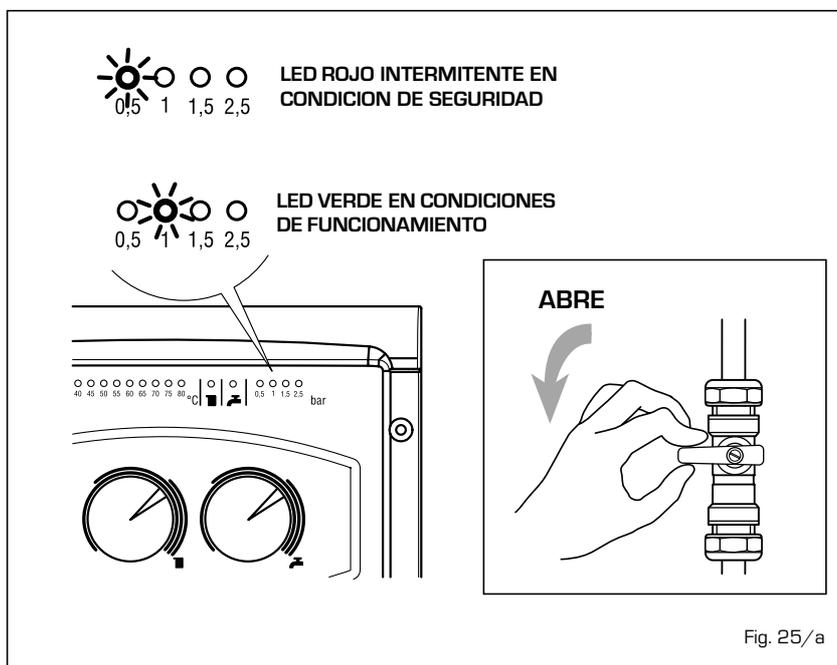

Fig. 25/a
- Intervención termostato de seguridad (fig. 25/b)